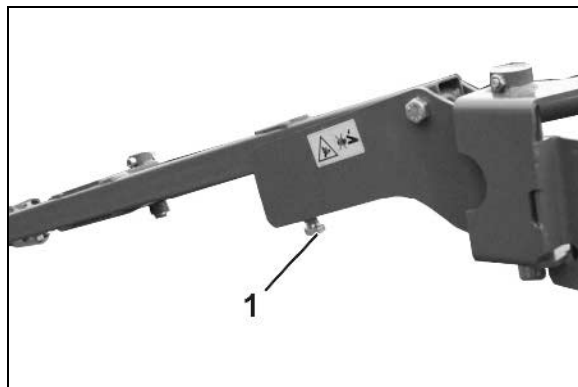

Рис. 76
- Большая рабочая глубина маркера: **Выкрутите** болт (Рис. 76/1) **дальше** и законтрите гайку.
- Меньшая рабочая глубина маркера: **Вкрутите** болт (Рис. 76/1) **дальше** и законтрите гайку.